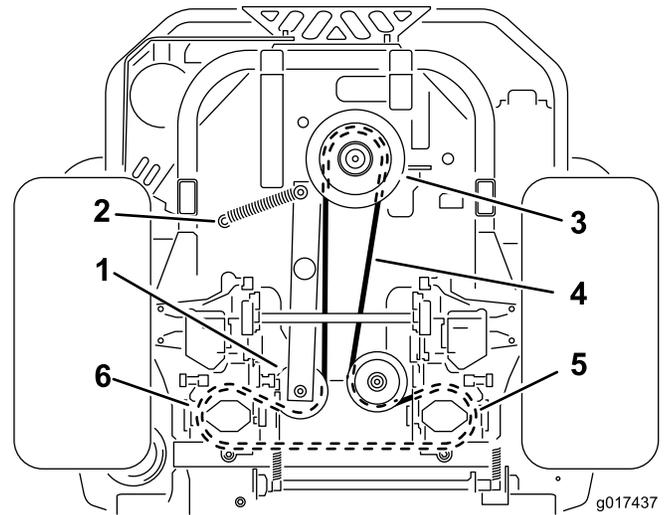

Figure 59
4. Soulevez la machine sur des chandelles (Figure 59).
6. Décrochez le ressort de la poulie de tension du tenon (Figure 59).